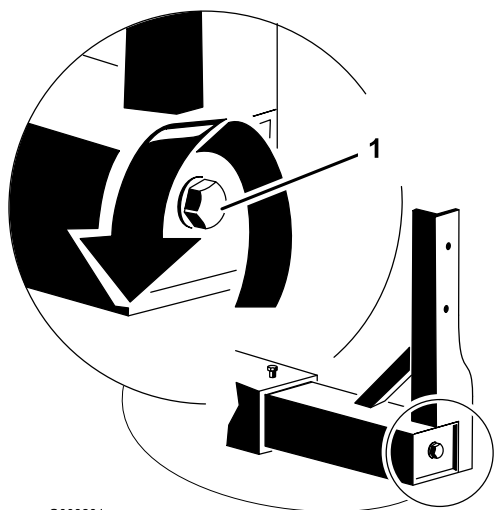

Figura 1
5. Desaperte os parafusos da estrutura da rampa não mais de 3 voltas (Figura 1).